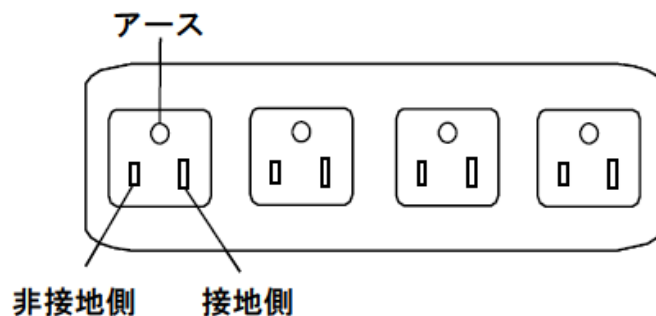

図 3-18 推奨 AC 電源ソケット
- 電源ケーブルは図 3-18に示すような電源ソケットに安全に接続されていることを確認してください。